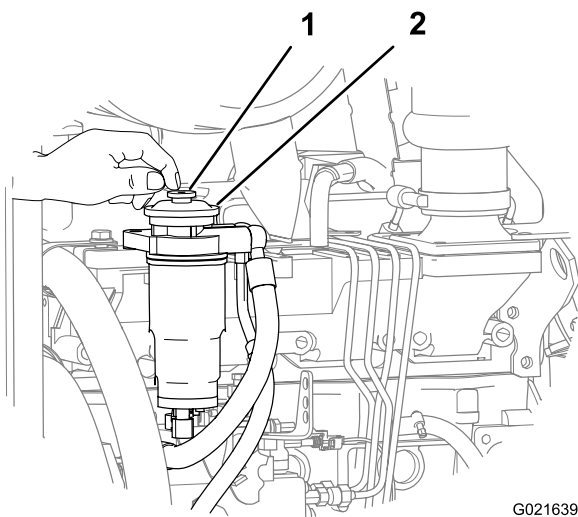

Bild 129
6. Suchen Sie die Vorfülltaste oben am Filteradapter für den sekundären Kraftstofffilter (**Bild 129**).
7. Drücken Sie mehrmals auf die Vorfülltaste, bis Sie einen Widerstand spüren, wenn Sie die Taste drücken (Bild 129).